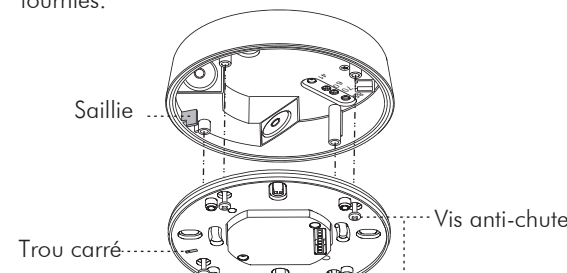

FIG. 16
- 3.4.3.5 Référez-vous aux diagrammes de câblage pour effectuer le bon câblage électrique (Voir FIG.5). Il existe un trou carré sur la plaque de fixation. Lorsque vous installez la plaque de fixation dans la boîte de jonction, veuillez serrer la vis à tête bombée dans la saillie de la boîte de jonction (Voir FIG.16), et fixer la tête du détecteur sur le boîtier d'alimentation en suivant la FIG.6 et montez-les à l'aide des 4 vis anti-chute fournies.